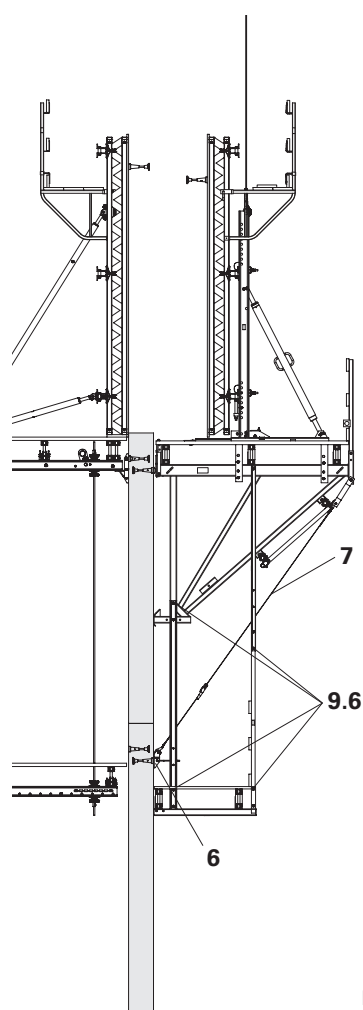

Fig. B1.31
12. Montar o contraventamento (6) e (7). (Fig. B1.31)